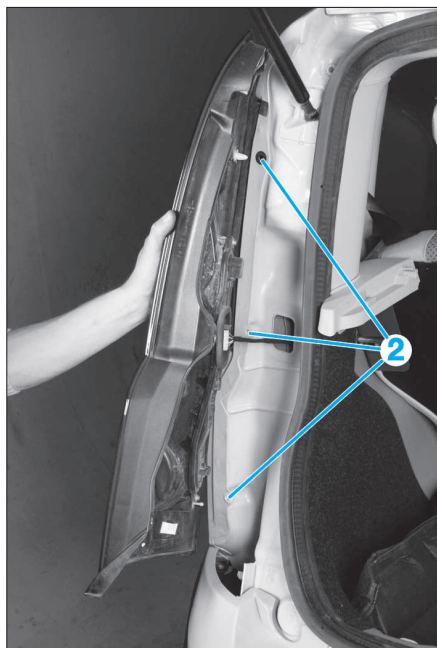

FIG. 90
- Déclipser fermement mais avec précaution, aux endroits indiqués (2) (Fig.90).